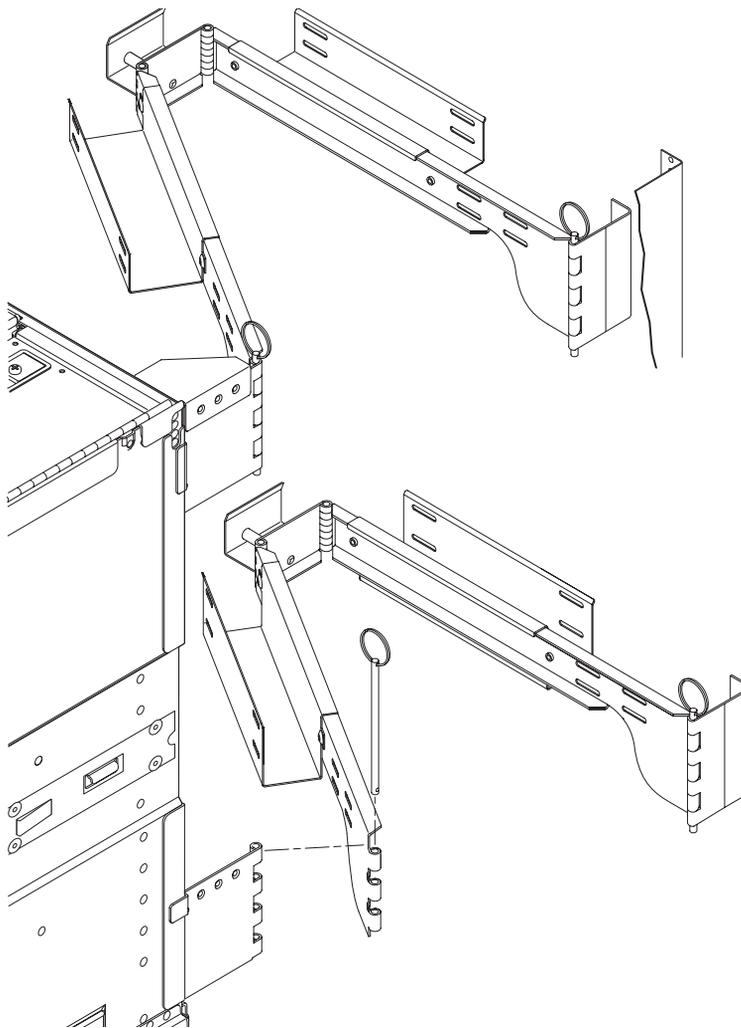

FIGURA 1-20 Montaje de las abrazaderas de gestión de cables superior e inferior
8. Vuelva a conectar la abrazadera de gestión de cables E/S con la abrazadera de giro superior y fijela volviendo a colocar el pasador (FIGURA 1-20).
9. Vuelva a conectar la abrazadera de gestión de cables con la abrazadera de giro inferior y fijela volviendo a colocar el pasador (FIGURA 1-20).